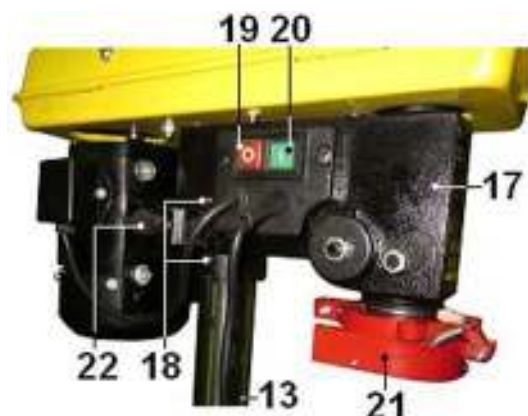

Рис. 3
9.4. Аккуратно установите на колонну (13) шпindelную головку станка (17), Рис.3, предварительно ослабив винты фиксации (18), Рис.3 . Поворачивая шпindelную головку (17) на колонне (13), Рис.3, убедитесь, что она «села» до упора. Положение шпindelной головки зафиксируйте винтами фиксации (18), Рис.3.
10.3. Станок оснащен магнитным пускателем, предотвращающим самопроизвольное включение после отключения питания, Рис.3. Включение станка производится нажатием на зелёную кнопку (20), отключение станка производится нажатием на красную кнопку (19), Рис.3.
10.6. При открытии верхнего кожуха (8) ременной передачи, Рис.2,8, произойдет размыкание конечного выключателя (37), и станок отключится. Включение станка возможно только после закрытия верхнего кожуха (8) ременной передачи, Рис.2,8 и нажатия на зелёную кнопку включения (20), Рис.3. (см. п.10.3.). Если станок не включается, выполните регулировку положения кулачка (38).